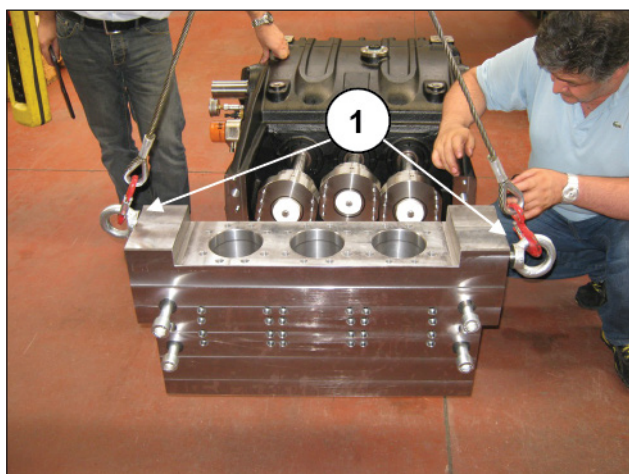
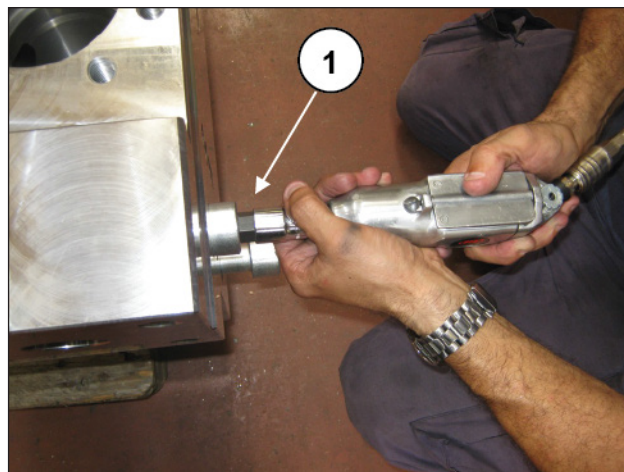

Fig. 167
Fig. 168
Montare due golfari M24 nei fori di fissaggio flangia mandata (pos. ①, Fig. 167) e successivamente svitare le 4 viti M24 che fissano la testata al carter anteriore (pos. ①, Fig. 168).